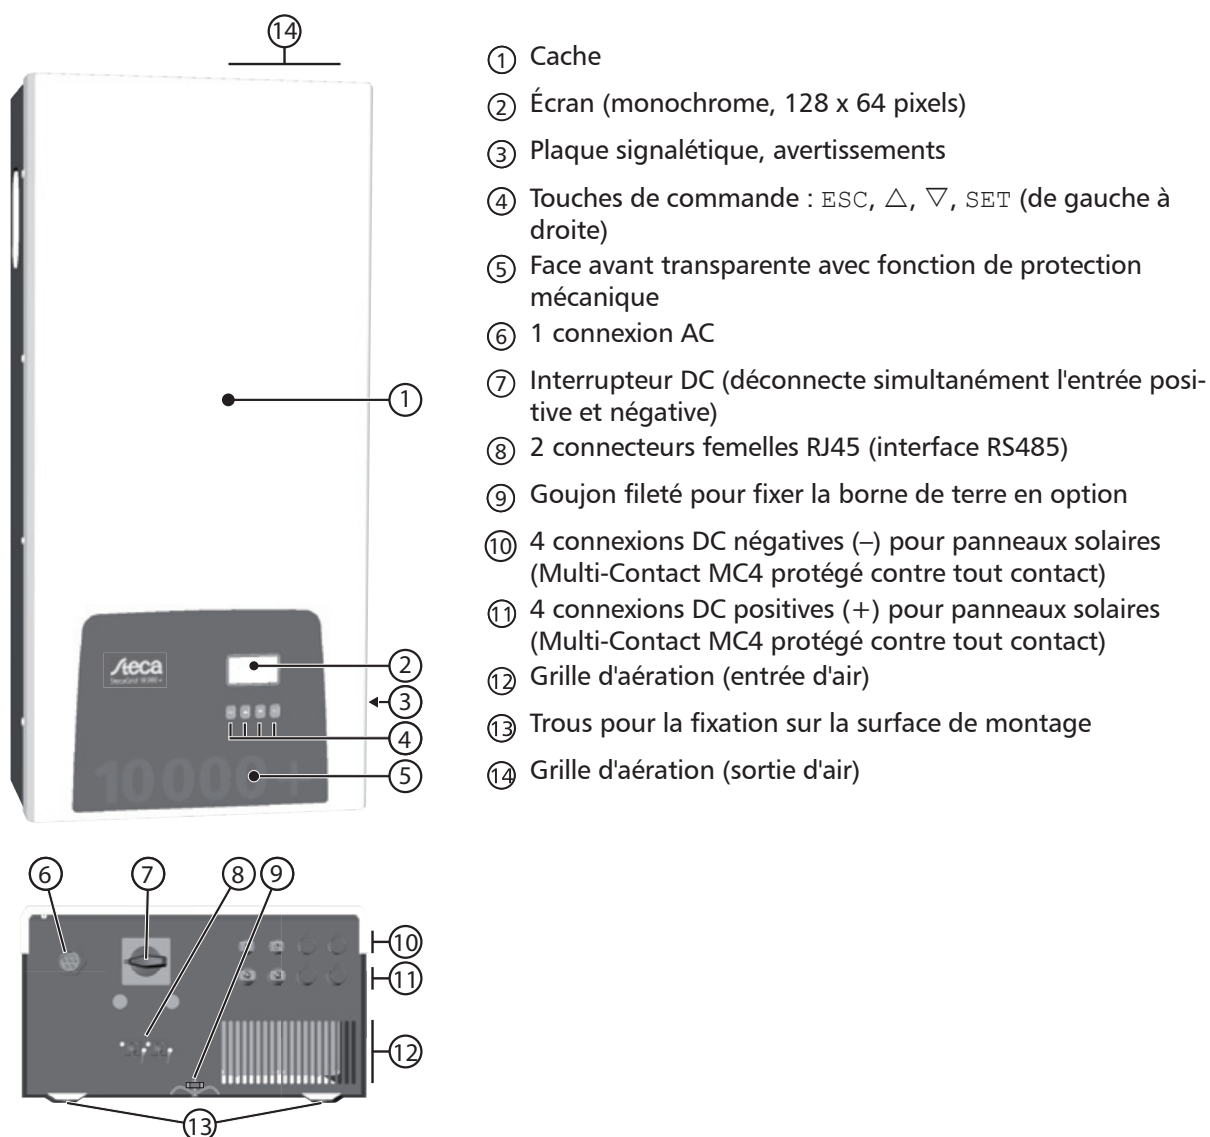

Fig. 5: Composants sur la face avant et le dessous du boîtier
Consultez Fig. 5, p. 87 afin d'obtenir des informations relatives à la position de la plaque signalétique.
Les touches de commande (④, Fig. 5) disposent des fonctions suivantes :
Les informations suivantes s'appliquent en général à la représentation visible à l'écran (②, Fig. 5) :